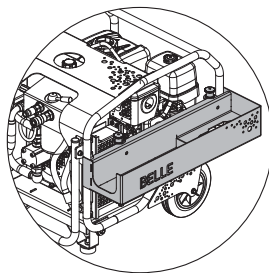

Bild 4
5. Sväng verktygsfacket uppåt tills båda spärrarna befinner sig ovanför spåren överst på det monterade sidoskyddet. Släpp spärrarna för att låsa montage på plats. (**se bild 4**)